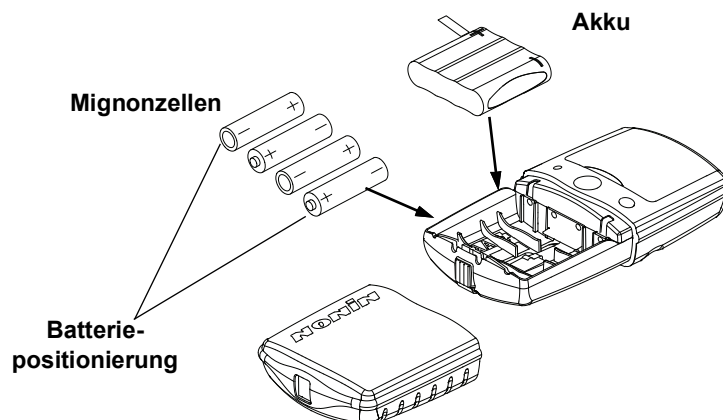

Abbildung 3: Einlegen der Batterien
2. Vier neue Mignonzellen oder einen aufladbaren NiMH-Akku einlegen. Sicherstellen, dass die Batterien gemäß den Polaritätsmarkierungen (+ und –) im Batteriefach korrekt eingesetzt werden (Abbildung 3).